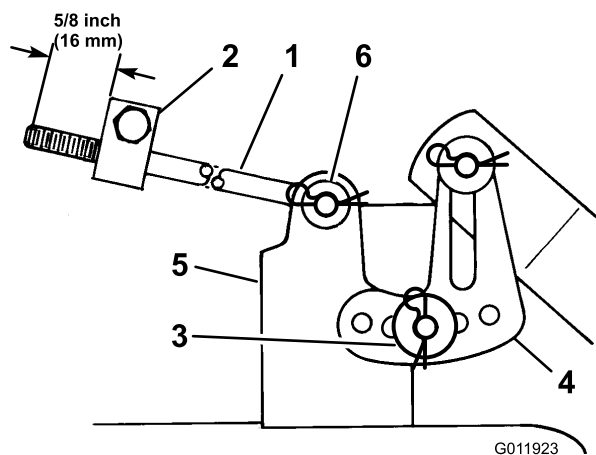

Figure 13
4. Enlevez la goupille fendue et la rondelle de l'une des pattes de mise à niveau (Figure 13).
5. Pour mettre les lames de niveau, fixez les pattes de mise à niveau dans un autre trou à l'aide de la rondelle et de la goupille fendue (Figure 13).